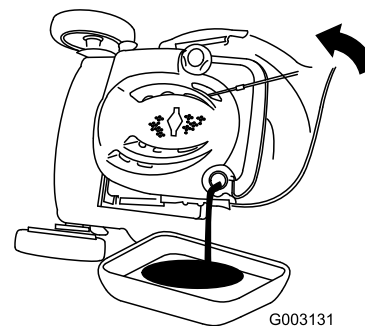

Figura 36
3. Ponga el cortacésped de lado (con el filtro de aire hacia arriba) para drenar el aceite usado a través del tubo de llenado de aceite (Figura 36).